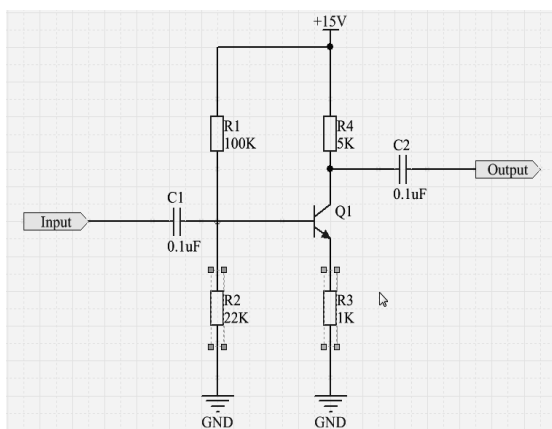

图 4-1-18 选中 R2 和 R3
② 当矩形虚线框完全包含电阻 R2 和 R3 后，释放鼠标左键即可选中两个电阻，如图 4-1-18 所示。